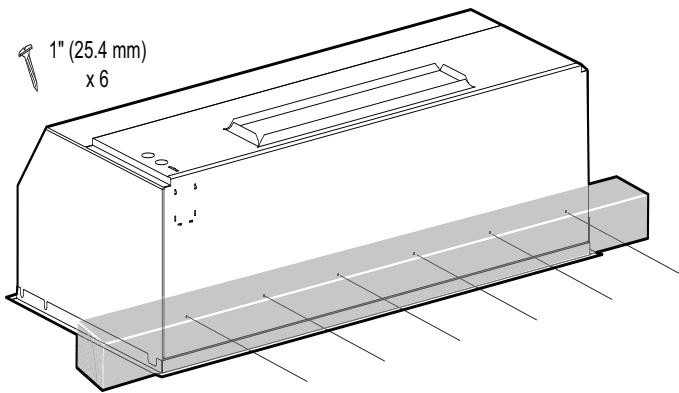

Figure 30 : Vis arrière
- b) Fixez l'arrière du boîtier à l'aide de six vis de montage 1 po (25,4 mm), comme illustré sur la Figure 30.